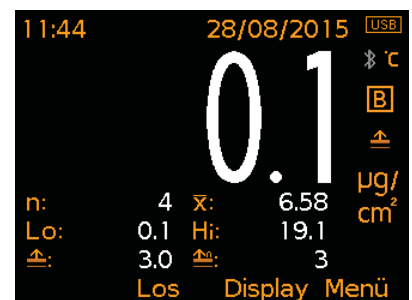

Bild 3: Messwerte und Ausgewählte Statistik
- **Ausgewählte Statistik (Bild 3):** Bis zu 8 Statistikwerte können angezeigt werden, wie vom Benutzer über Display/Statistik/Statistik Auswählen definiert. Verfügbare Optionen: